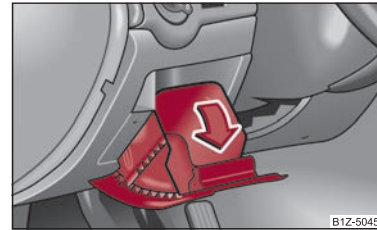

Fig. 72 Tabloul de bord: Compartimentul de depozitare de pe partea șoferului
- Compartimentul se deschide prin ridicarea mânerului și rabatarea în sensul săgeții ⇒ fig. 72.